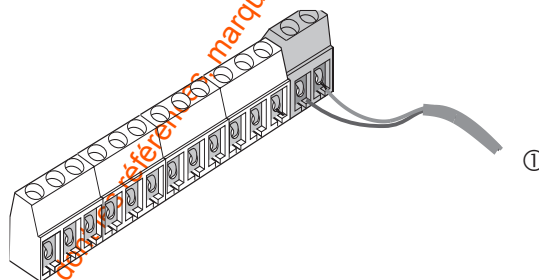

Figure 8. Raccordement de l'alimentation au récepteur
2. Raccordez les bornes GND et +12V à une sortie d'alimentation 12 V non commutée de la centrale. Vérifiez que la polarité est correcte (voir Figure 8).